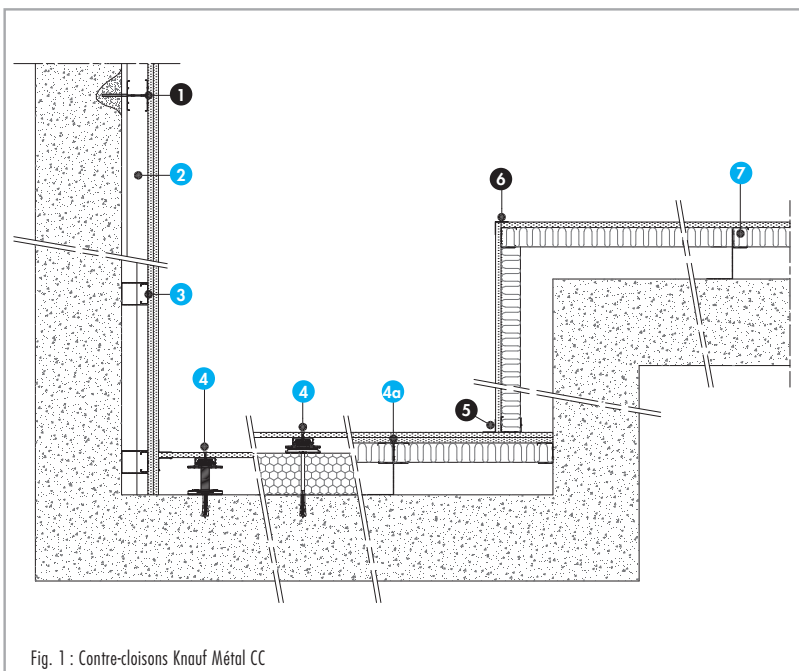

Fig. 1 : Contre-cloisons Knauf Métal CC
- mise en place des montants verticaux, ou fourrures F47 en nombre et à l'entraxe correspondant au type de contre-cloison choisi (fig. 1, 3 et 4)
- mise en place des éventuels appuis intermédiaires (fig. 1 et 2)
Nomenclature de la figure 1
feuilluré et chanfreiné pour s'adapter au profilé UA 48. La partie feuillurée est placée au contact de la plaque KS13 (fig 1).